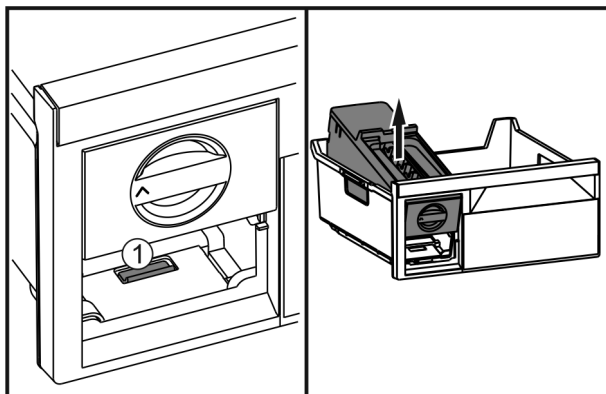

Fig. 56
- ▶ Stlačte sponu Fig. 56 (1), nadvihnite zariadenie EasyTwist-Ice zozadu a vyberte ho zo zásuvky na zmrazovanie.